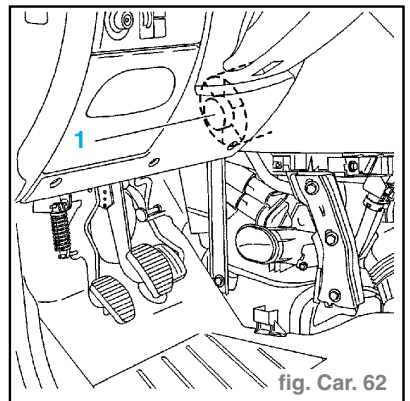

fig. Carr. 62
- Pulseur (1). (fig. Carr. 62)